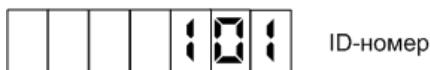

Рисунок 12
7.1 Для приведения устройства в рабочее состояние достаточно подать на него электропитание. После включения на табло отображается ID-номер устройства (рисунок 12). Спустя 10 секунд на табло отображается информация о последнем наливе (объем отпущенного топлива).